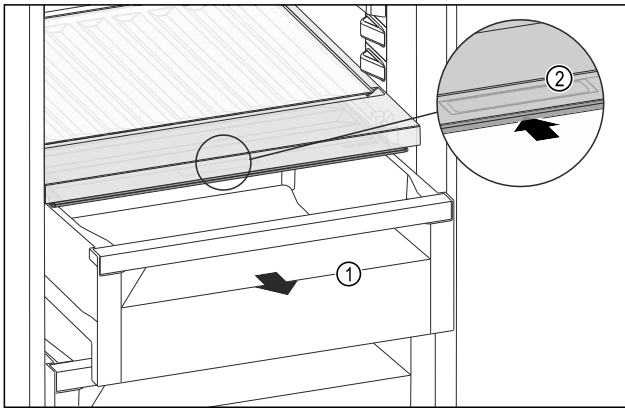

Fig. 156
- Retirer le tiroir Fig. 156 (1).
- Saisir la poignée encastree Fig. 156 (2) du couvercle du compartiment et pousser le couvercle du compartiment vers l'arriere.